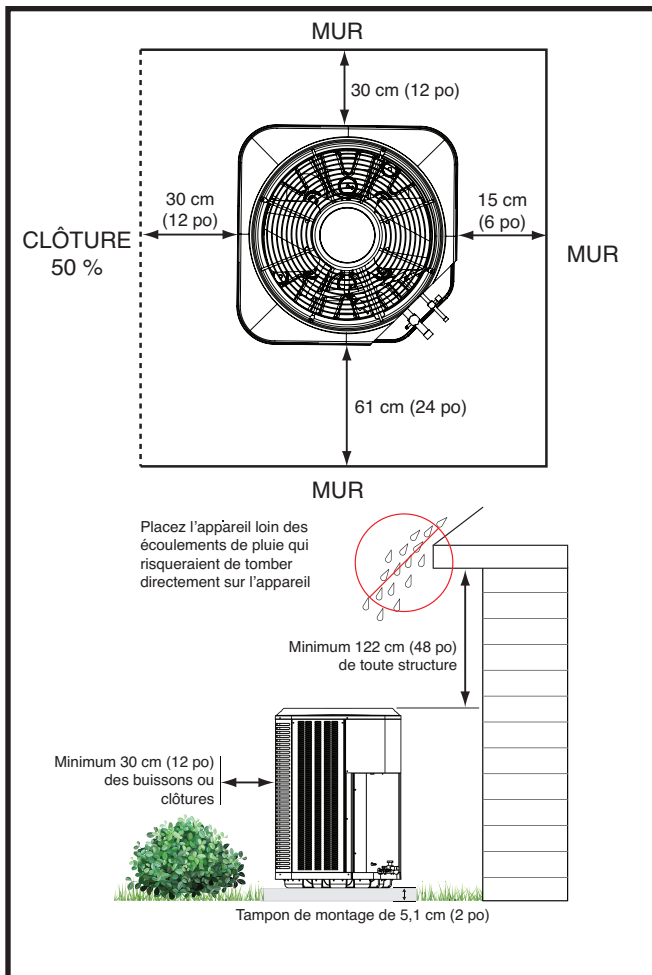

Figure 1. Dégagements requis
- Un dégagement suffisant pour permettre à l'air de circuler sans obstruction à travers le serpentin extérieur doit être maintenu pour obtenir le rendement nominal. Voyez la Figure 1 pour les exigences relatives au dégagement minimal.
- Les obstacles aériens (Figure 1), les zones mal aérées et les zones propices à l'accumulation de débris sont à proscrire.